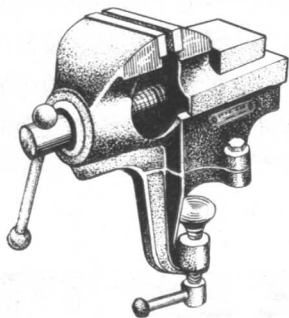

图 1-2-4 桌虎钳
1. 桌虎钳 (图 1-2-4): 在进行锯割、锉削、打孔时, 用桌虎钳固定物体是很必要的。桌虎钳安装方便, 适用于加工小型工件。桌虎钳一般以钳口长度 60 毫米最为适用。